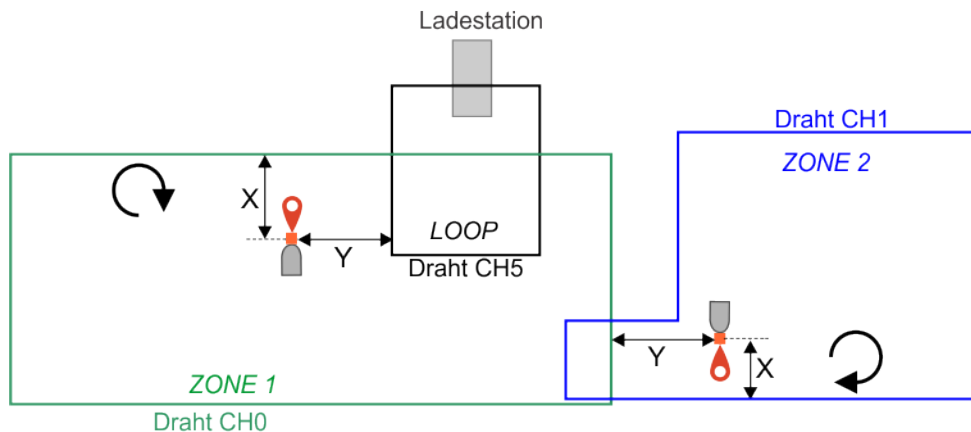

Abbildung 159: Infrastruktur
16. Positionieren Sie den Roboter an der gewünschten Stelle in ZONE 1. Dies muss sich auf die für ZONE 1 definierte Rückkehrrichtung beziehen. In diesem Beispiel ist dies im Uhrzeigersinn wie in **Abbildung 159: Infrastruktur** (Seite 133) gezeigt. X muss > 5 m sein. Y muss > 10 m sein. Der Roboter muss in Richtung Draht fahren.
21. Positionieren Sie den Roboter an der gewünschten Stelle in ZONE 2. Dies muss sich auf die für ZONE 2 definierte Rückkehrrichtung beziehen. In diesem Beispiel ist dies im Uhrzeigersinn wie in Abbildung 159: Infrastruktur (Seite 133) gezeigt. X muss > 5 m sein. Y muss > 10 m sein. Der Roboter muss in Richtung Draht fahren.